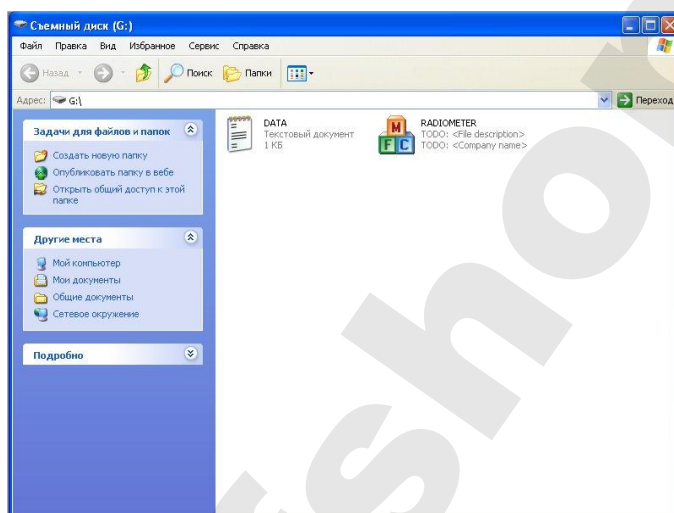

Рис. 5 - Окно монитора с отображением содержания съёмного диска
- через несколько секунд после включения прибора система ПК (**ОС Windows XP и выше**) обнаружит его подключение. В разделе «Мой компьютер» появится новый съемный диск. На экране ПК отобразится окно (см. Рис. 5)